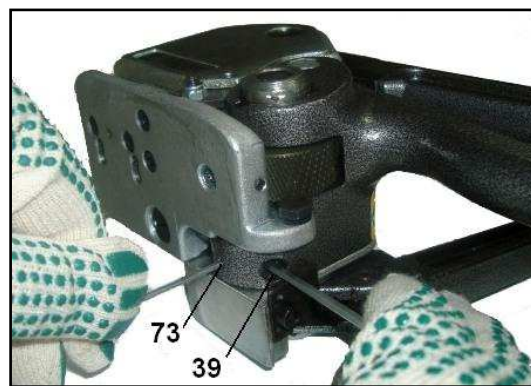

Рис. 4
4.5. Для регулировки зазора между натяжным роликом 24 и пятой 23 (Рис.4) отвинтите штифт 73 под винтом 39 и закрутите винт 39 при необходимости увеличить зазор или вывинтите его при необходимости уменьшить зазор. Затяните штифт 73. Зазор между натяжным роликом и пятой должен быть 0,1-0,3мм.